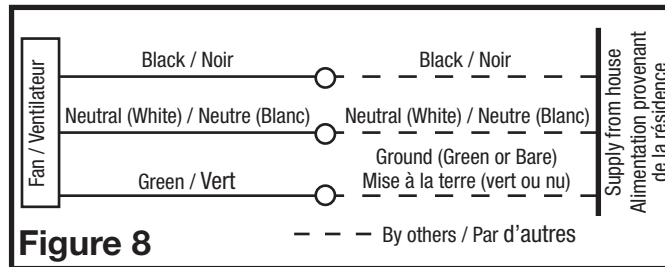

Figure 8
2. From where you have access to inside the fan's junction box, connect the White wire from the house to the White wire from the fan's receptacle. Connect the Black wire from the wall switch to the Black wire from the fan's receptacle. Connect the ground wire from the house to the Green wire from the fan's receptacle (**Figure 8**). Use approved methods for all connections.
Connecter le fil Noir de l'interrupteur mural au fil Noir du réceptacle du ventilateur. Connecter le fil de mise à la terre provenant de la résidence au fil Vert du réceptacle du ventilateur (**Figure 8**). Utiliser des méthodes approuvées pour toutes les connexions.